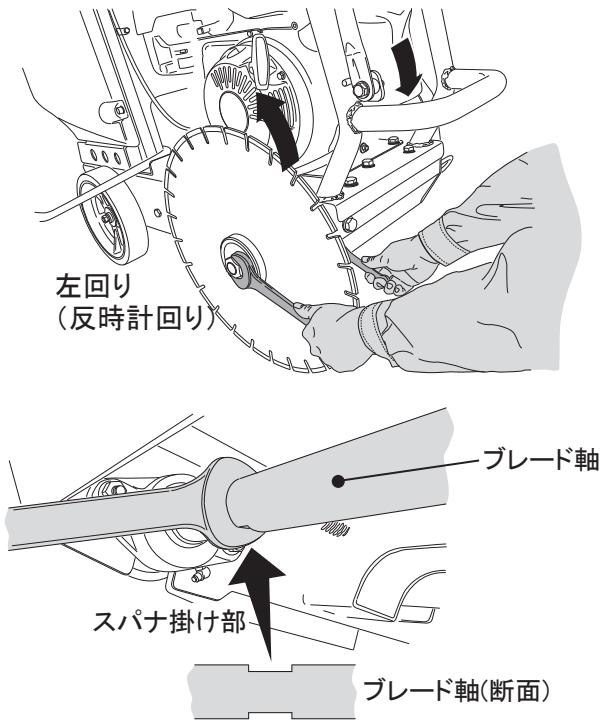

図 9
- b. 付属の2本のスパナ(36と30)で締め込みます。スパナ(36)を締付ナットへ、スパナ(30)を本体下部側のブレード軸にある切りかけに取付けます。ゆるまないように左回り(反時計回り)に十分締め付けてください。(図9)